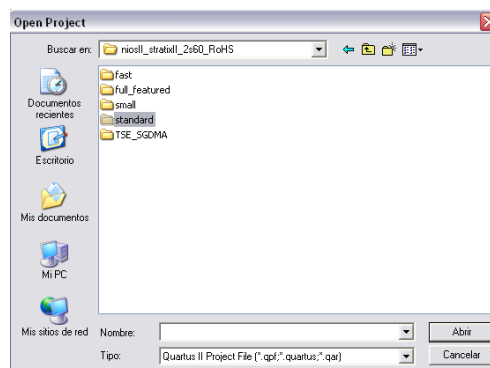

Figura D41 Ventana de tipos de configuración por proyectos
5. En el interior de esta carpeta encontramos varias posibilidades que contienen diferentes tipos de configuraciones con características disimiles, su elección depende de la aplicación que se vaya a desarrollar, de estas elegimos **standard** Figura D41, la cual contiene las características generales con las que vamos a trabajar: